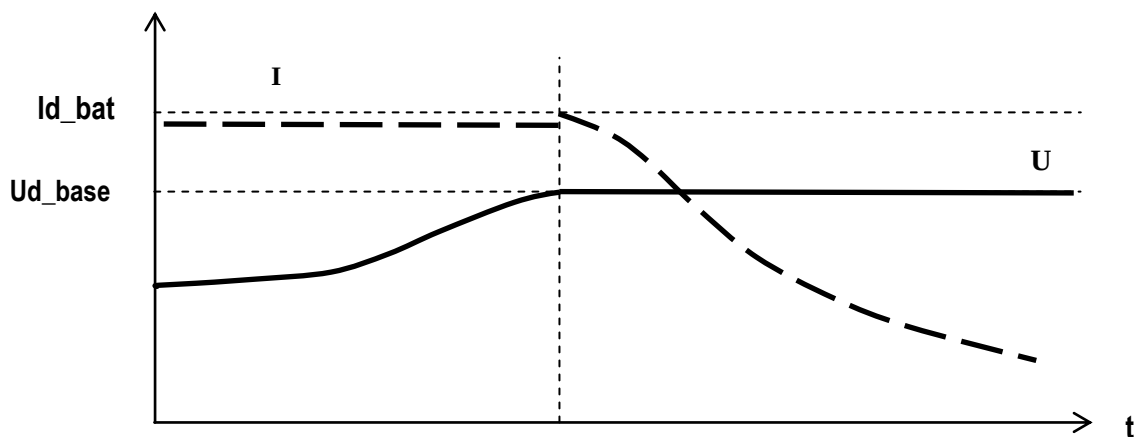

Рис. 6. Зависимость тока и напряжения заряда от времени в режиме IU без ступени ускоренного заряда.
* Здесь и далее по тексту приведены методы зарядки АБ, рекомендуемые эксплуатационной документацией концерна Exide и соответствующие нормам DIN 41773.(см. рис.6,7)
Инв.№ дубл	* Здесь и далее по тексту приведены методы зарядки АБ, рекомендуемые эксплуатационной документацией концерна Exide и соответствующие нормам DIN 41773.(см. рис.6,7)